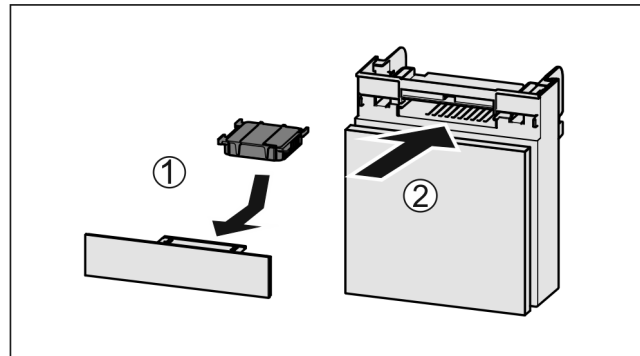

Fig. 148
- ▶ Actiefkoolfilter overeenkomstig afbeelding aanbrengen Fig. 148 (1).
- ▶ Lade erin schuiven Fig. 148 (2).